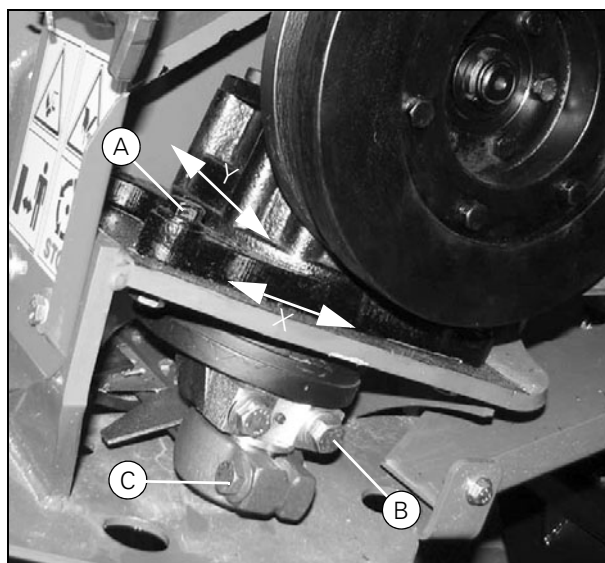

Рисунок 3
5. Отрегулируйте вибрационную коробку так, чтобы ременный шкив стал в линию с боковиной жатки. - Приложите прямолинейную планку (E) к ременному шкиву. Отрегулируйте вибрационную коробку так, чтобы расстояние до двух U-образных секций (F) на боковине жатки было одинаковым. Затяните болты (A) моментом 125 Нм. См. (Рис. 3).
6. Не устанавливая ремень, поверните ременный шкив вокруг оси 8-10 раз так, чтобы нож ровно стал на свое место. Затяните болт (A) моментом 70 Нм. (Рис. 3).